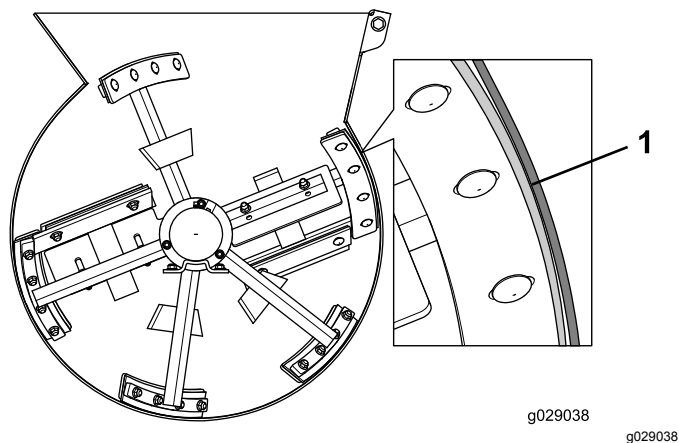

Figura 71
5. Ajuste la posición de la escobilla para que toque ligeramente el tambor sobre el largo de la escobilla (Figura 71).